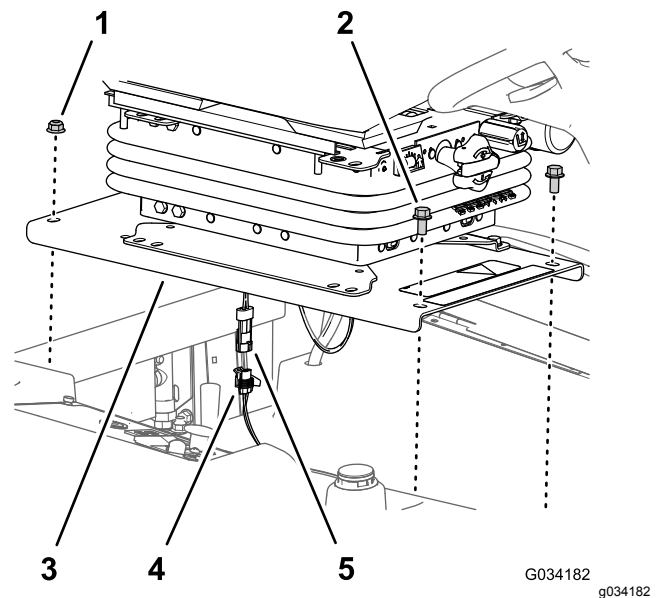

Figure 35
2. Retirez les 2 contre-écrous à embase ($\frac{3}{8}$ po) qui fixent l'arrière du socle au châssis de la machine (Figure 35).
4. Débranchez le connecteur à 2 broches du faisceau de la commande de présence de l'utilisateur du connecteur à 2 douilles du faisceau de câblage de la machine (Figure 35).
2. Rebranchez le connecteur à 2 broches du faisceau de la commande de présence de l'utilisateur au connecteur à 2 douilles du faisceau de câblage de la machine ; voir Figure 35.
3. Placez les trous arrière du socle du siège (Figure 35) devant les 2 boulons de carrosserie ($\frac{3}{8}$ x 1 po) du profilé de radiateur.
4. Fixez le socle du siège (Figure 35) sur les boulons de carrosserie à l'aide des 2 contre-écrous à embase ($\frac{3}{8}$ po) que vous avez
1. Retirez les 2 boulons à embase ($\frac{3}{8}$ x $\frac{3}{4}$ po) qui fixent l'avant du socle au châssis de la machine (Figure 35).
5. Placez les trous avant du socle du siège (Figure 35) devant les filetages des tiges du réservoir.
6. Fixez le socle du siège (Figure 35) sur les tiges du réservoir à l'aide des 2 boulons à embase ($\frac{3}{8} \times \frac{3}{4}$ po) que vous avez retirés à l'opération 1 de Dépose du siège et de son socle \(page 42\).